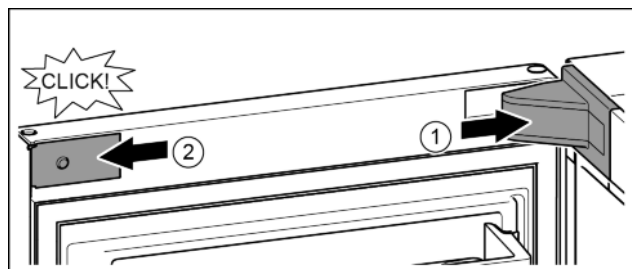

Fig. 23
- Uzlieciet un nofiksējiet gultņa balsta pārsegu, ja nepieciešams, uzmanīgi atspiediet. Fig. 23 (1)
- Šānos pielieciet un nofiksējiet aizsegu. Fig. 23 (2)